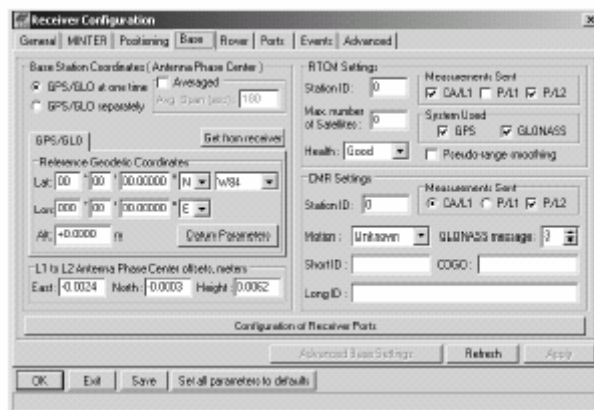

Figura 3-8. Configuración del equipo base
9. Seleccione la pestaña **Base**, configure los siguientes parámetros (Figura 3-8) y al finalizar haga clic en **Aplicar**: